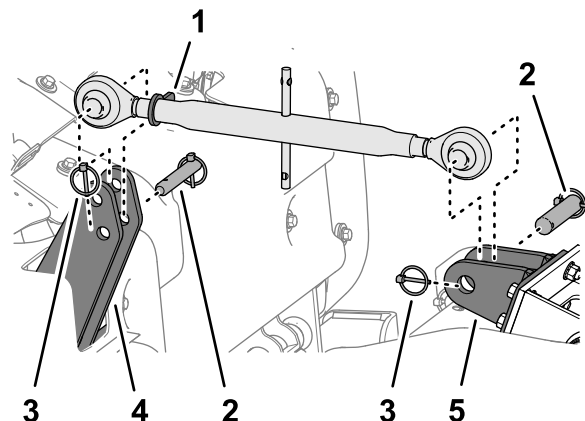

Bild 48
2. Lockern Sie die Sicherungsmutter (**Bild 48**) und drehen Sie den oberen Einstellenker, um die Spannung zwischen der Maschine und der Zugmaschine zu lösen.
3. Entfernen Sie den Klappstecker und den Verbindungsstift, mit dem der obere Einstellenker an den oberen Sattelplatten der Maschine befestigt ist (Bild 48).
4. Entfernen Sie den Klappstecker und den Verbindungsstift, mit dem der obere Einstellenker an der Lenkerhalterung der Zugmaschine befestigt ist (Bild 48).